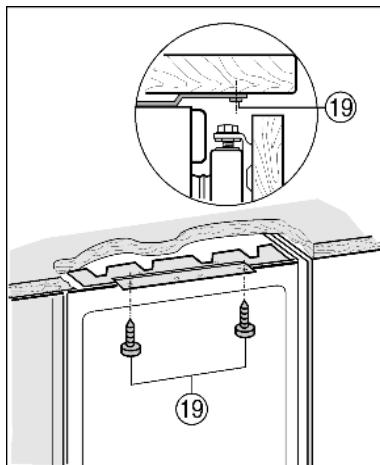

Fig. 12
- ▶ Прикрутите сверху с помощью длинных винтов для ДСП Fig. 12 (19).